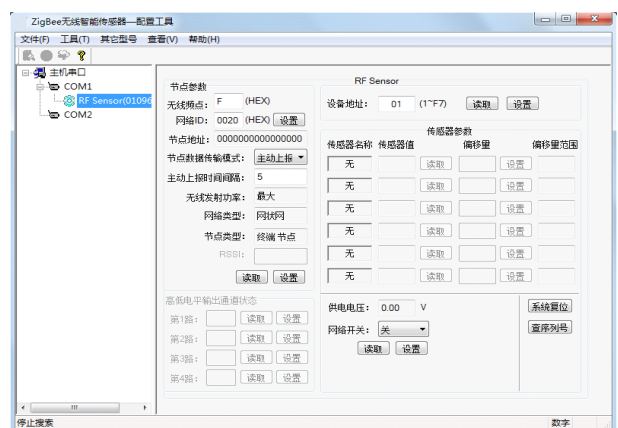

图 6-4
- 5、双击 KZH 系列无线采集模块，进入设置界面如图 6-4 所示。